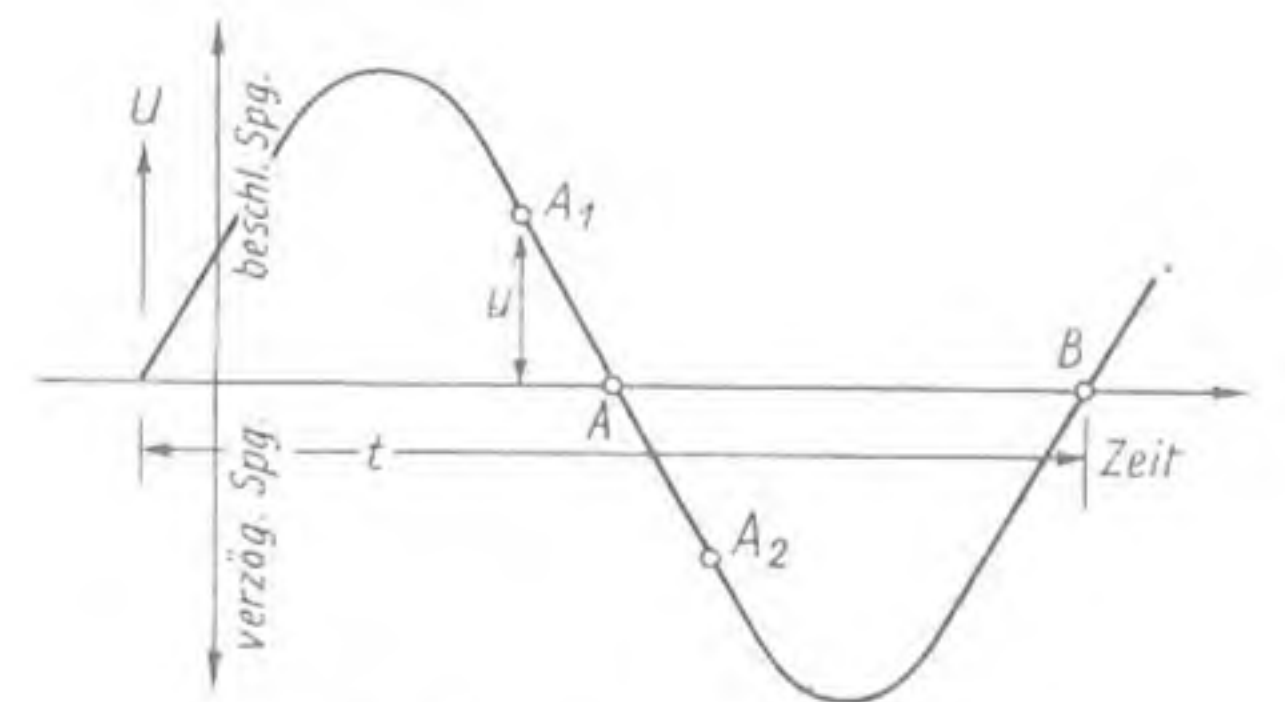

Abb. 4. Prinzip des Synchrotrons
evtl. auch ohne Anzeigesystem, eingesetzt werden, und zwar eine Triode oder auch eine Pentode (Abb. 4). Da es sich um eine normale NF-Stufe handelt, erübrigen sich nähere Erläuterungen dazu. Ebenfalls ein Verstärkersystem enthalten die Typen EFM 1, EFM 11 und UFM 11, und zwar eine Regelpentode (Abb. 5). Der Ersatz erfolgt nach Abb. 6 durch eine Pentode. Handelt es sich um eine Regelpentode, so kann die Regelspannung wie in Abb. 5 angelegt werden, andernfalls ist der Gitterableitwiderstand mit Masse zu verbinden. Die Größen der Schaltelemente sind hier nicht angegeben, da sie sich nach den verwendeten Ersatzröhren zu richten haben; im allgemeinen werden sie von den bereits vorhandenen Werten kaum wesentlich abweichen.
mit der Geschwindigkeit zunimmt, wobei m_0 die „Ruhemasse“ des Teilchens und c die Lichtgeschwindigkeit bezeichnet. Die Geschwindigkeit eines im Zyklotron beschleunigten Teilchens erreicht beim Austritt etwa $1/10 c$, was nach (4) eine Massenzunahme von $1/2\%$ bedeuten würde. Das bewirkt aber, daß das Teilchen nach vielen Umläufen — es sind ja einige hundert — außer Tritt kommt. Die von M. C. Millan und etwa gleichzeitig von Veksler geäußerte Idee überlistet gewissermaßen die Zunahme der Teilchenmasse mit zunehmender Geschwindigkeit und schließt insofern an das Betatron an, als man die Teilchen 10^5 und mehr Umläufe machen läßt. Wir stellen uns zunächst ein Teilchen vor, das immer dann gerade den Schlitz der beiden D-Elektroden passieren soll, wenn die HF-Spannung den Wert Null hat (Abb. 4). Innerhalb einer Schwingung von der Zeitdauer t gibt es zwei derartige Nullstellen A und B. Das Teilchen wird in Resonanz sein, jedoch keine Energie beim Durchqueren des Beschleunigungsraumes aufnehmen. Beim nächsten Umlauf soll es etwas früher, etwa bei A_1 , eintreffen. Es trifft im